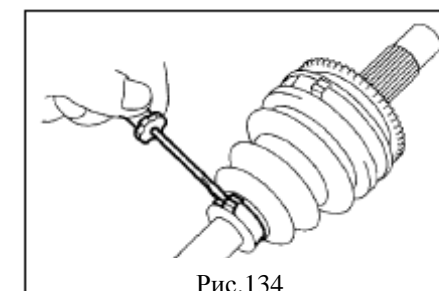

Рис.134
23. Снимите малый хомут пыльника внешнего ШРУСа помощью отвертки. (рис. 134)